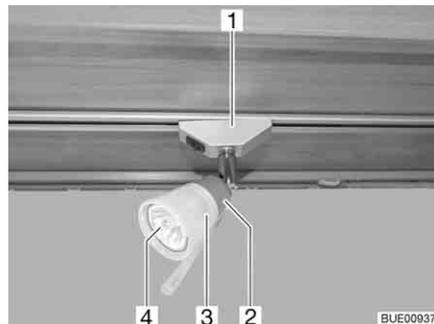

Fig. 270 Foco halógeno (desplazable)
- Girar el foco halógeno (Fig. 270,1) 90° y sacarlo del riel.
- Girar la pantalla de lámpara (Fig. 270,3) en sentido contrario a las agujas del reloj.
- Retirar la pantalla de lámpara y la bombilla halógena (Fig. 270,4) con cuidado del portalámparas (Fig. 270,2).